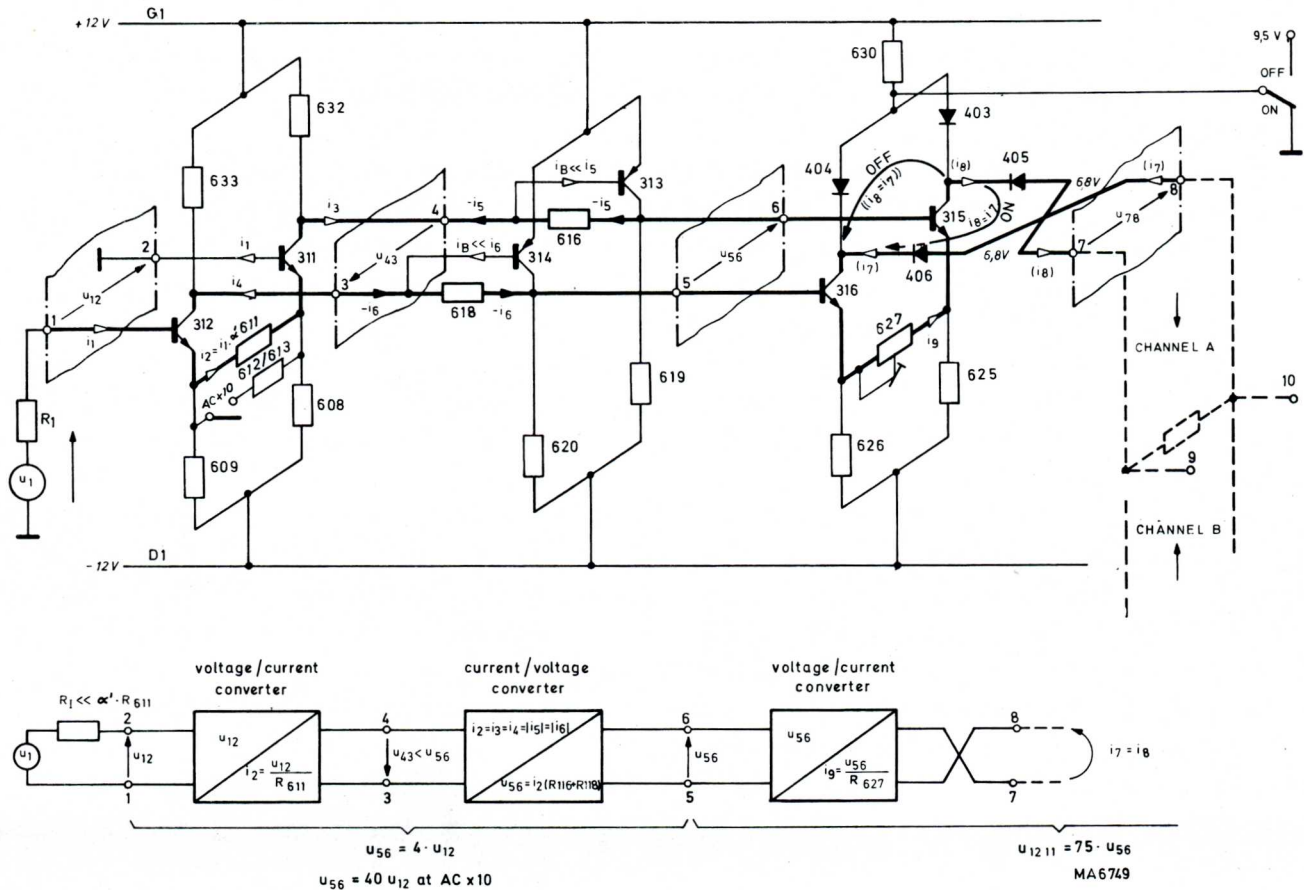

Fig. 6. Basisprincipe van de Y-voorversterkers en de kanaalschakelaar
De voorversterker bestaat uit drie trappen. De trappen worden verklaard aan de hand van het basisprincipe zoals afgebeeld in fig. 6.
De schakelaar opgebouwd uit de diode 405 (455) en 406 (456) verbindt de uitgang van de voorversterker met de ingang van de eindversterker (punten 7 en 8, fig. 6).